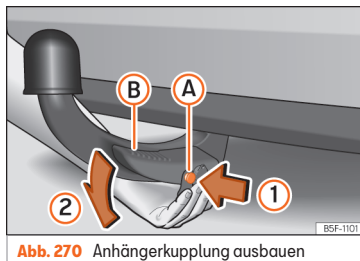

Abb. 270 Anhängerkupplung ausbauen
- Drücken Sie den Entriegelungsbolzen (A) in Pfeilrichtung (1) und gleichzeitig den Hebel (B) in Pfeilrichtung (2) bis zum Anschlag » Abb. 270.